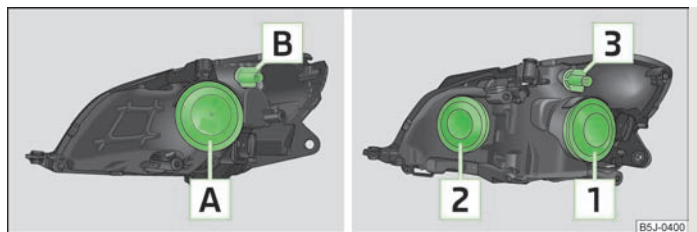

Fig. 143 Asignación de bombillas: Faros halógenos/faros proyectores halógenos
- > Retirar la tapa de goma » fig. 143.
- Retirar la tapa de goma » fig. 143.
- Girar el portalámparas » fig. 143 o el portalámparas hasta el tope en el sentido contrario al de las agujas del reloj y sacarlo junto con la bombilla para la luz intermitente.
- Retirar la tapa de goma » fig. 143 ó .